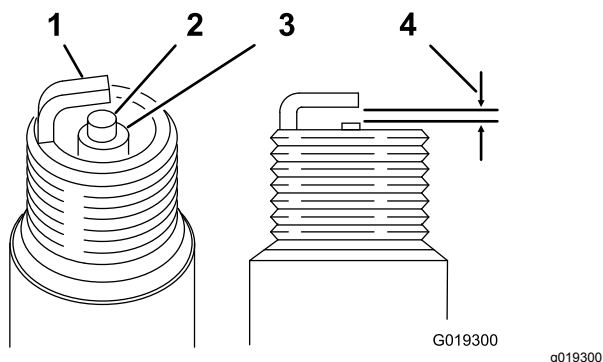

图34
空隙 0.700.80mm 请参阅 图34
3. 将空隙设定为 0.700.80mm (图34)。